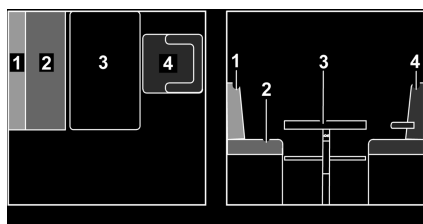
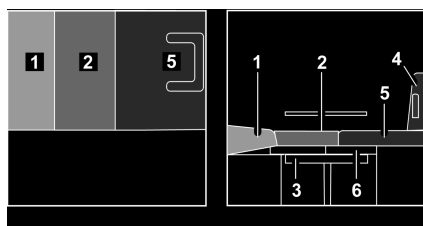
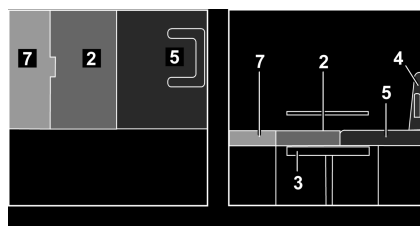

Fig. 117 Antes de la transformación
Fig. 118 Después de la transformación (variante 1)
Fig. 119 Después de la transformación (variante 2)
- Girar el asiento del conductor (Fig. 117,4) y empujarlo completamente hacia adelante.
- Transformar la mesa (Fig. 117,3) en base de cama (véase apartado 7.7).
- En caso de que el vehículo posea un apoyo de cama de reserva (Fig. 118,6), quitar el cojín del respaldo (Fig. 117,1) y el cojín del asiento (Fig. 117,2) y ponerlos a un lado.
- Según el modelo, colocar el apoyo de cama de reserva entregado (Fig. 118,6) en la mesa. En esto, apoyar el borde delantero del apoyo de cama de reserva directamente en el asiento del conductor o en la diagonal de la cabina del conductor.
- Colocar el cojín adicional (Fig. 118,5) sobre el asiento del conductor.
- Colocar el cojín del asiento (Fig. 118,2) en la mesa.
- Colocar el cojín del respaldo (Fig. 118,1) entre el cojín del asiento y la pared dorsal. Tener en cuenta la forma de cuña.
- Colocar el cojín adicional (Fig. 119,5) sobre el asiento del conductor.
- Colocar el cojín del asiento (Fig. 119,2) en la mesa.
- Colocar el cojín adicional (Fig. 119,7) entre el cojín del asiento y la pared dorsal.
- Volver a empujar el asiento del conductor (Fig. 118,4 ó Fig. 119,4) hacia atrás.